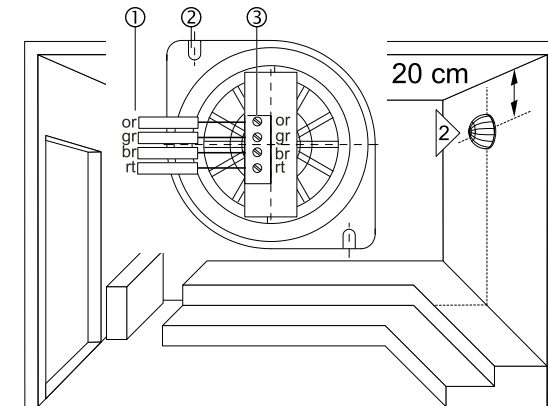

Abb. 8 Montage Bankfühlers FTS2
1. Schließen Sie die Leitungen (Abb. 8 / Pos. 1) wie bei (Abb. 8 / Pos. 3) gezeigt am Bankfühler an.
2. Befestigen Sie den Bankfühler mit den beiliegenden Schrauben, mittig über der Saunabank, mit einem Abstand von 20 cm zur Decke an der Wand. Die Schrauben werden durch die Öffnungen (Abb. 8 / Pos. 2) geführt.